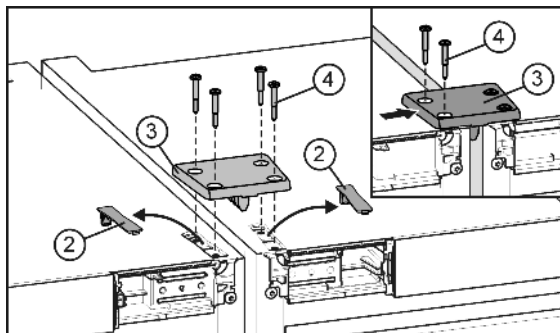

Fig. 5
- ▶ Decuplați și scoateți capacele Fig. 5 (2).
- ▶ Aplicați placa de îmbinare Fig. 5 (3) și fixați-l provizoriu la un aparat cu două șuruburi Fig. 5 (4).